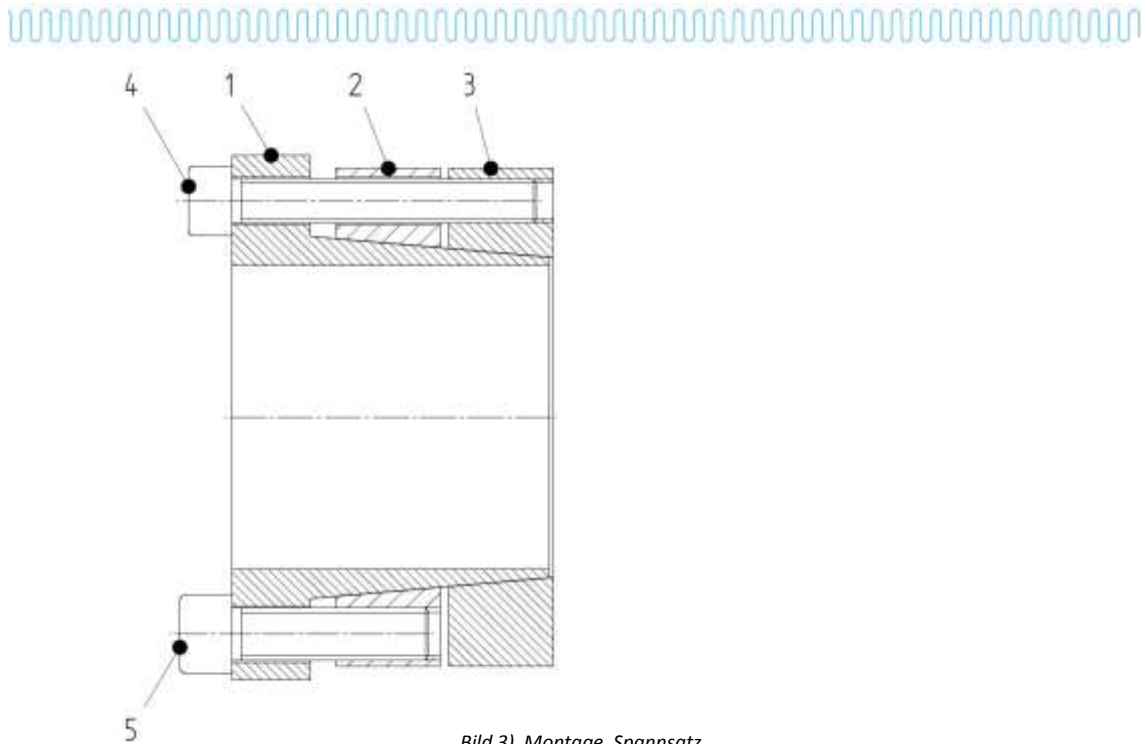

Bild 3) Montage Spannsatz
- Alle Spannschrauben (4 und 5) (siehe Bild 3) gleichmäßig der Reihe nach lösen und herausdrehen.